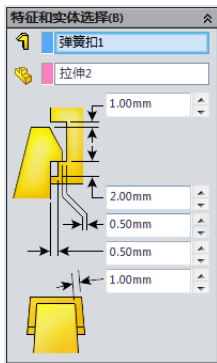
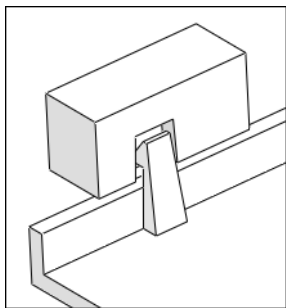

图 6-33 参数设置
图 6-34 生成弹簧扣凹槽
- 04 在【弹簧扣凹槽】对话框中设置如图 6-33 所示的参数，单击 【确定】按钮，生成弹簧扣凹槽特征，如图 6-34 所示。